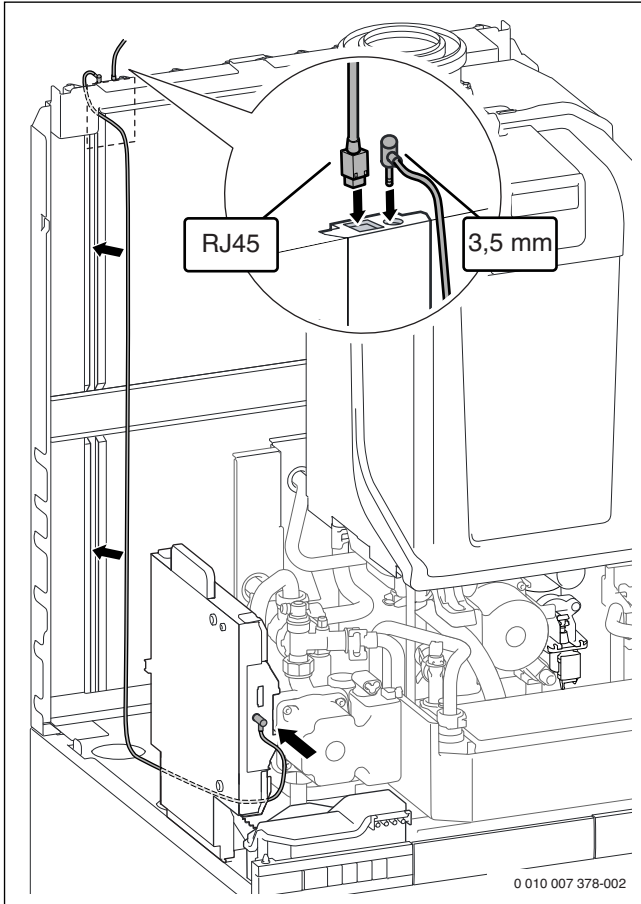

Bild 159 Anschluss und Verlegung des Kabels an Buderus Logamatic web KM100
- Kabel für den Anschluss Buderus Logamatic web KM100 aus dem Lieferumfang entsprechend Bild 159 verlegen und anschließen.